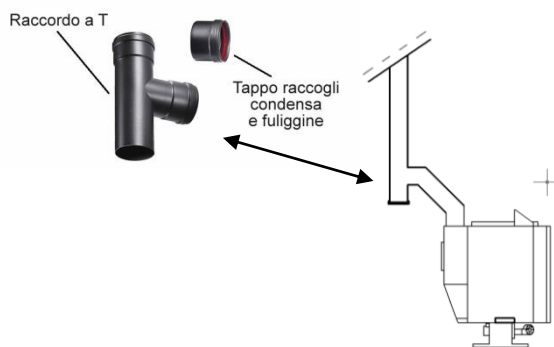

Fig. 2
- f) La **parte B** può essere montata alla **parte C** su uno dei due lati dello stesso a seconda le esigenze del locale di installazione caldaia. Deciso il lato, quindi Innestare **B** a **C** come in fig 2 , ponendo molta attenzione alla posa della guarnizione dotata da apporre tra i bulloni della flangiatura in esame.